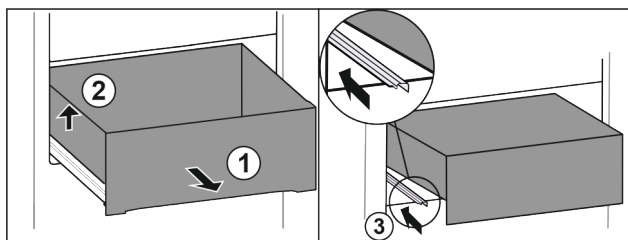

Fig. 113
- ▶ Wysunąć szufladę do oporu. Fig. 113 (1)
- ▶ Unieść szufladę po lewej. Fig. 113 (2)
- ▶ Wsunąć lewą szynę. Fig. 113 (3)